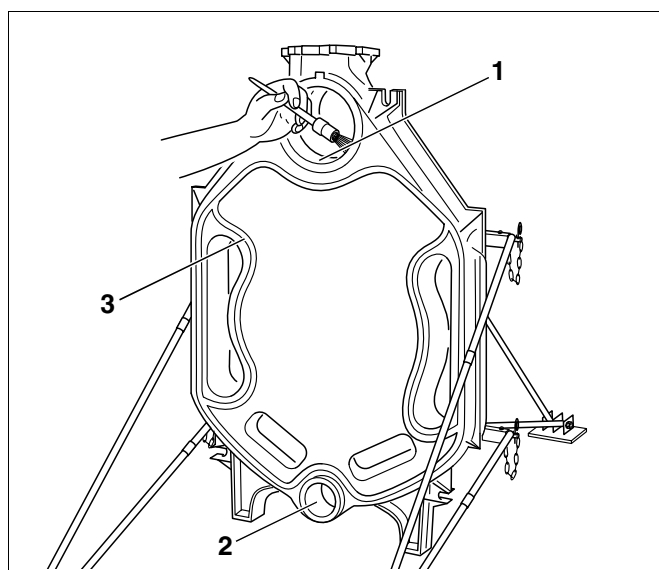

Fig. 13 Forberedelse af tætningsspor og nippelgange
- Rens om nødvendigt tætningssporene med stålbørste og en klud (fig. 13, pos. 3).
- Rens nippelgangenes tætningsflader (fig. 13, pos. 1 og 2) med en klud, der er vædet med benzin.